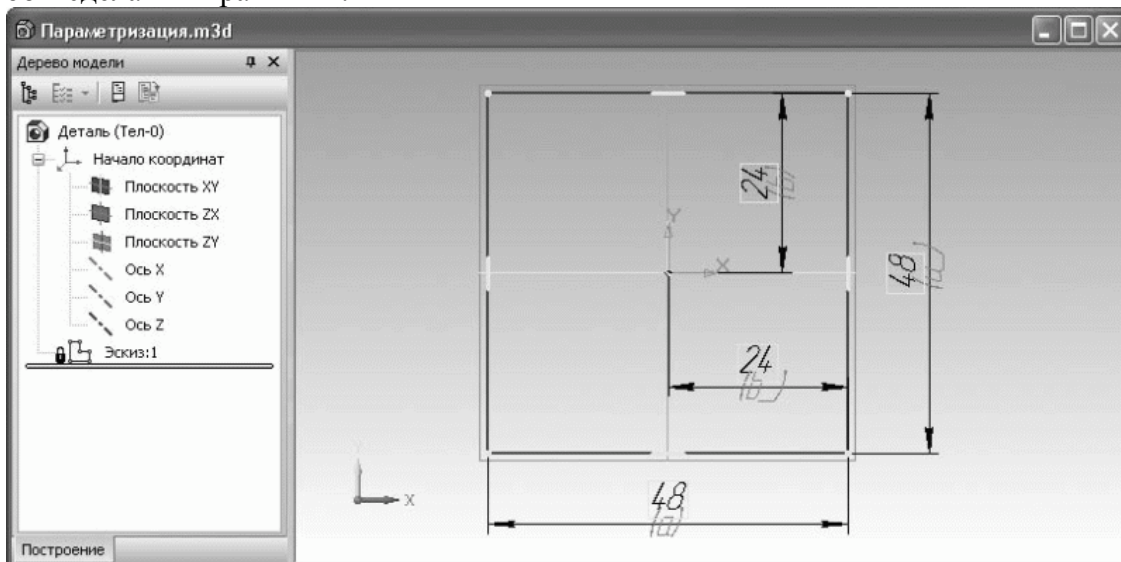

Рис. 3.46. Параметризованный эскиз
2. Вернитесь в окно документа детали и добавьте еще один размер, фиксирующий расстояние от центра квадрата до его вертикальной стороны (назовите ее переменной $b_{_}$), а также два линейных размера, обозначающих длину сторон квадрата (присвойте этим размерам переменные a и $a_{_}$) (рис. 3.46). Новые переменные должны сразу появиться в списке переменных эскиза на вкладке Переменные окна редактора формул. В столбце Выражение редактора формул напротив переменных $b_{_}$ и $a_{_}$ введите имена переменных b и a , чтобы сделать их равными.